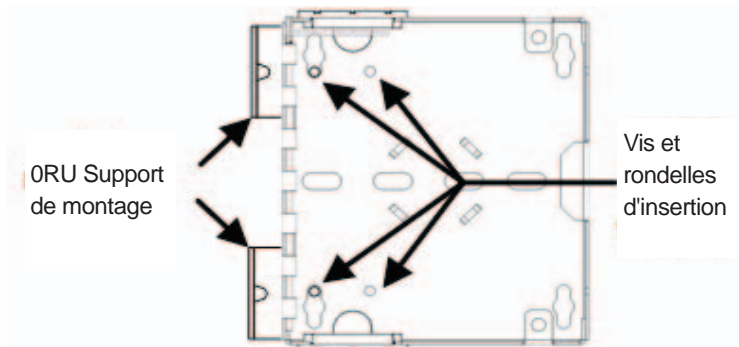

Figure 4
- 2) Installer un support aux deux coins du boîtier au moyen des rondelles et des vis no 8 fournies avec ce premier. (Figure 4)